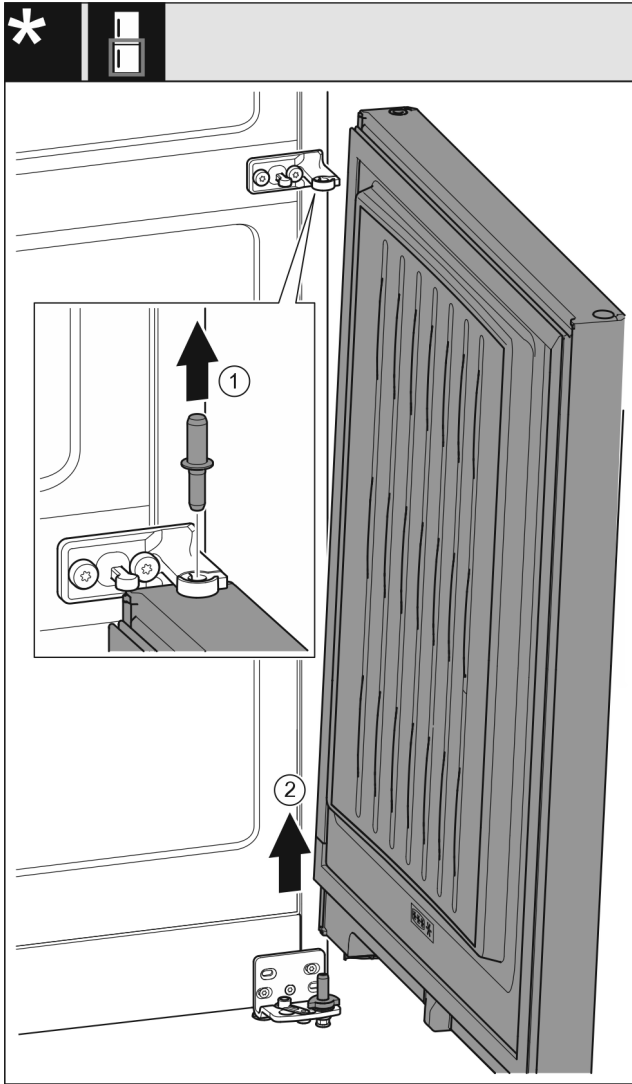

Fig. 10 Záráscsillapító nélkül
- ▶ Húzza ki felfelé a csapszeget Fig. 10 (1).
- ▶ Fordítsa ki az ajtót Fig. 10 (2), húzza fel, és tegye félre.